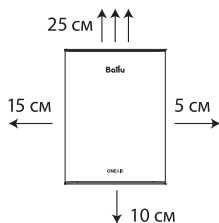

Рис. 3. Вертикальное расположение с выпуском воздуха вверх
- Используя строительный уровень, приложите к стене шаблон для монтажа в правильном положении, которое зависит от выбранного вами расположения прибора на стене (смотри п. «Правила размещения»), как показано на Рис. 3, и наметьте на стене центр канала воздуховода и крепежные отверстия. Уберите монтажный шаблон.